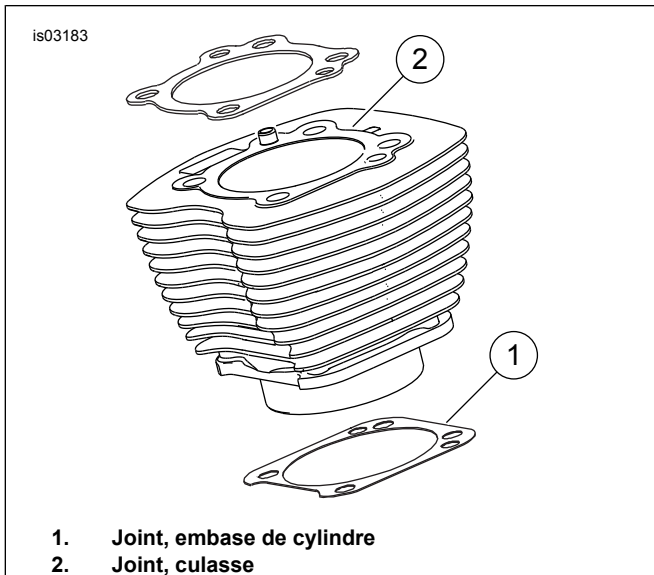

Figure 1. Joints de cylindre
Figure 1. Aucun joint torique n'est nécessaire, du fait de la présence du joint de base de cylindre de 4,060 pouces (1) et du joint de culasse (2). Ne pas utiliser de joints toriques sur les goujons de cylindre ou les emboîtements de cylindre.